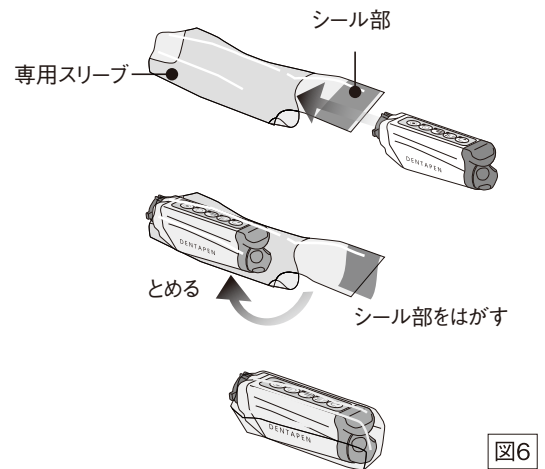

図6
- ③ デンタペン専用スリーブ (別売) を使用する場合は、本体にスリーブを取り付けてください (図6)。